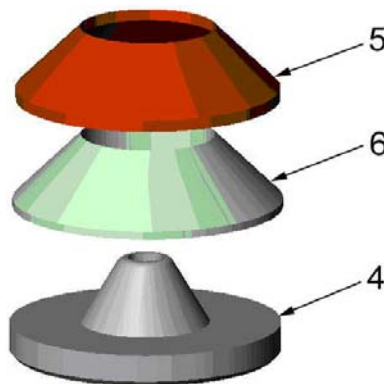

Figure 6
2.4 Installez une pastille (élément n° 6) sur chaque support (voir Figure 6).
2.5 Placez l'une des douilles (élément n° 5) sur chaque pastille (voir Figure 6).